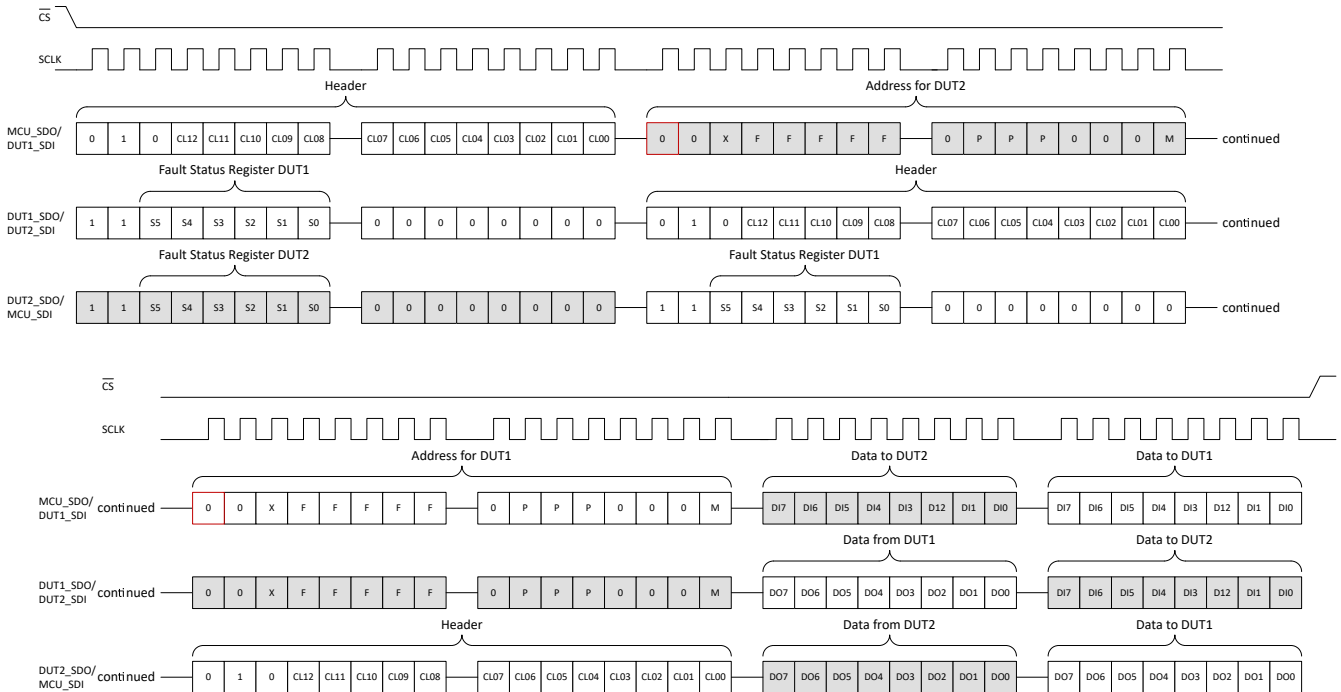

图 7-11. SPI 菊花链写入
图 7-11 显示了菊花链中 2 个器件的菊花链写入示例。标头字节以链长度 (CL) 值 2 发送，后跟 DUT2、DUT1 的地址，然后是 DUT2、DUT1 的 8 位数据输入。当第一个器件移出数据时，它会发送其状态分段，然后是原始标头、DUT2 地址、DUT1 数据输出和 DUT2 数据输入。链中的最后一个器件会发送其状态，后跟 DUT1 的状态，最后发送 DUT2 和 DUT1 的数据输出。